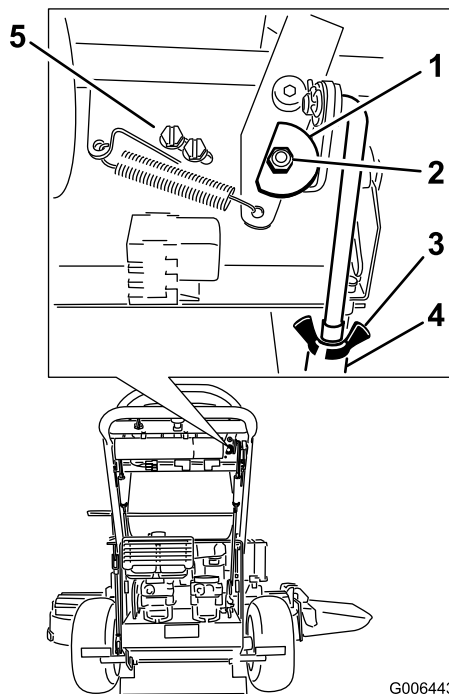

Figura 43
7. Allentate il dado e il bullone che fissano la camma (Figura 43).